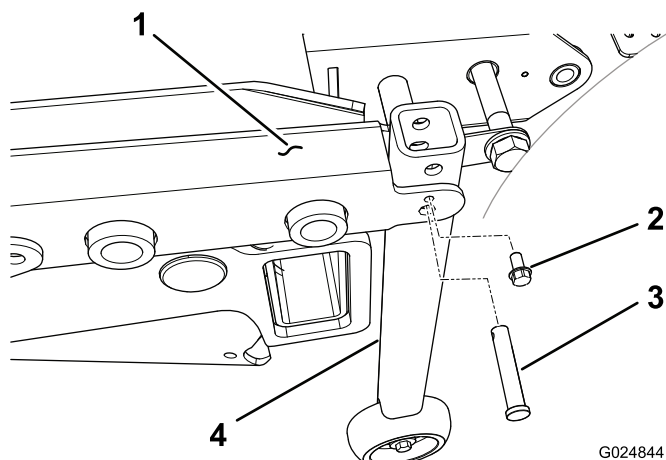

Рисунок 95
6. На тяговых блоках с серийными номерами менее 312999999 установите опорный узел вертикальной трубы на каждый задний угол рамы деки с помощью штифта с отверстием и самонарезающего винта (1/4 дюйма) (Рисунок 95).